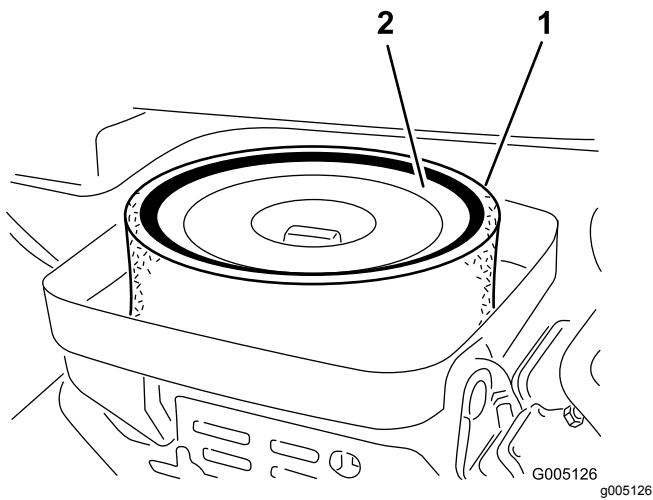

図 28
3. エレメントをエアクリーナに固定している蝶ナットを外す 図 28。
4. スポンジ 図 28 を点検し、汚れていればペーパーエレメントから外す。以下の要領で丁寧に清掃してください